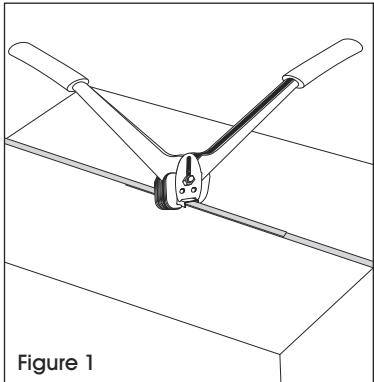

Figure 1
- Hold the sealer vertically and place the jaws of the tool across the middle of the seal. Make sure to center the jaws across the middle of the seal. (See Figure 1)
- Tenez la scelleuse en position verticale et placez les mâchoires de l'outil au milieu du joint. Assurez-vous de bien centrer les mâchoires au milieu du joint. (Voir Figure 1)